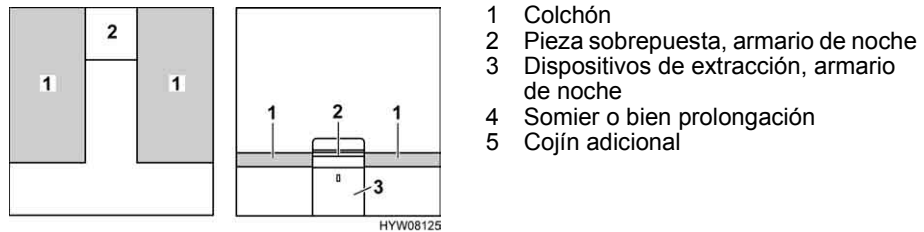

Fig. 134 Antes de la transformación
- Quitar la pieza sobrepuesta del armario de noche (Fig. 134,2) y depositarla a un lado.